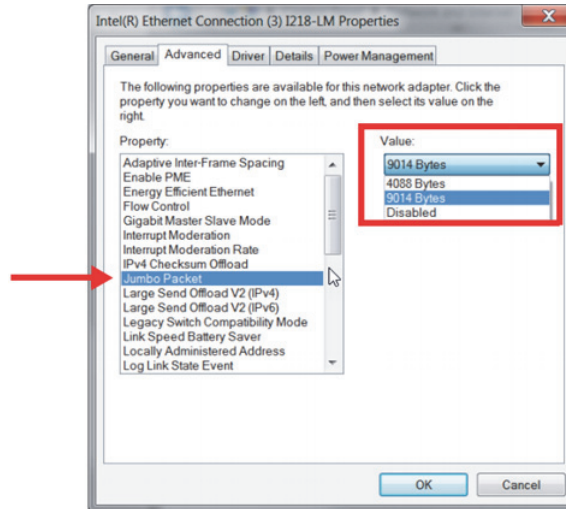

Figura 7-2 Configuración del parámetro Jumbo Packet (Paquete gigante)
- En la pestaña **Advanced** (Avanzado), bajo el parámetro **Properties**, seleccione **Jumbo Packet** (Paquete gigante) o **Jumbo Frames** (Tramas gigantes); a continuación, el valor (**Value**) cambiará a **9014 Bytes** (ver Figura 7-2 en la página 81).